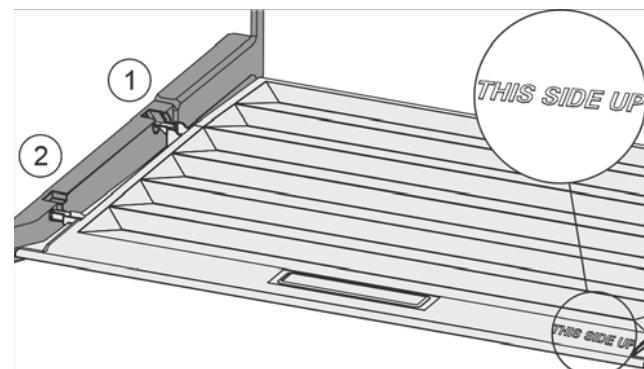

Fig. 116
- Вставить поперечные ребра крышки через отверстие заднего держателя Fig. 116 (1) и защелкнуть спереди в держателе Fig. 116 (2).